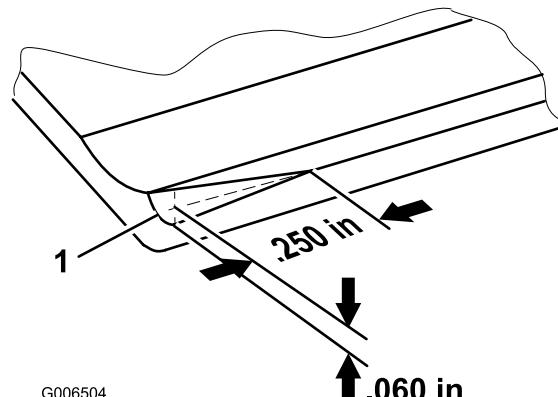

Figura 26
**Nota:** Con el tiempo, será necesario afilar el bisel (Figura 26) puesto que por diseño, sólo dura el 40% de la vida de la contracuchilla.